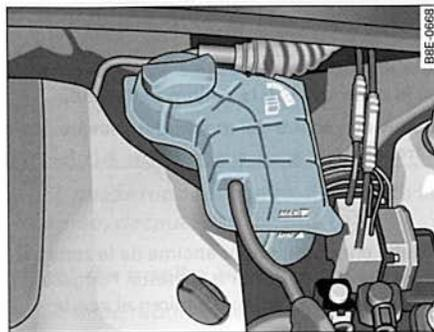

Fig. 218 Compartimento del motor: Depósito del líquido refrigerante
- Verifique el nivel del líquido refrigerante en el depósito de expansión del líquido refrigerante ⇒ fig. 218. Estando el motor frío, el nivel debe estar entre las marcas "min" y "max". Con el motor caliente, el nivel también puede estar un poco por encima de la marca "max".
- Ponga un paño sobre el tapón del depósito de expansión del líquido refrigerante ⇒ *página 254*, fig. 218 y desenrósquelo **con cuidado** girando hacia la izquierda ⇒